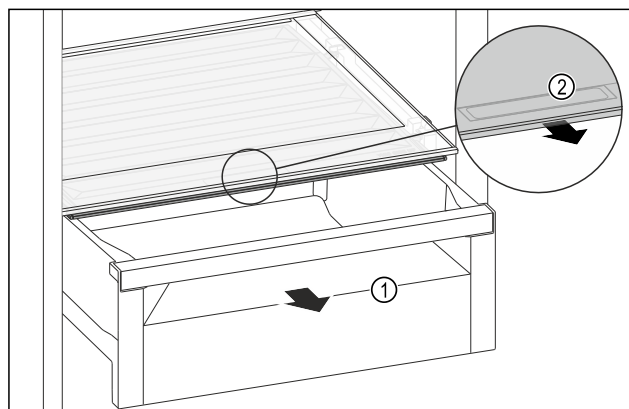

Fig. 161
- Извлеките выдвижной ящик Fig. 161 (1).
- Возьмитесь за утопленную ручку Fig. 161 (2) на крышке отделения и одновременно потяните крышку отделения вперед.